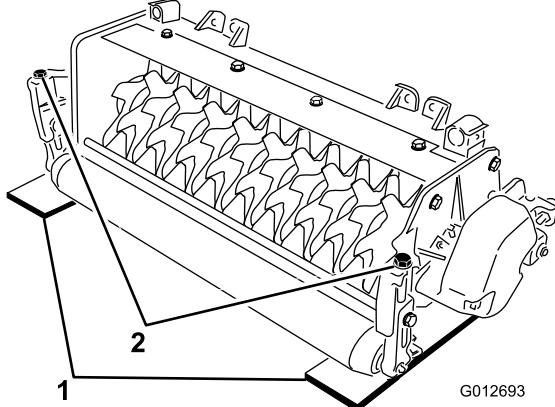

Figure 4
2. Placez 2 jauge de profondeur, qui ont la profondeur de pénétration des lames voulues, en dessous du sol, sous les rouleaux avant et arrière du cylindre de verticutting (une à chaque extrémité du cylindre) (Figure 4).